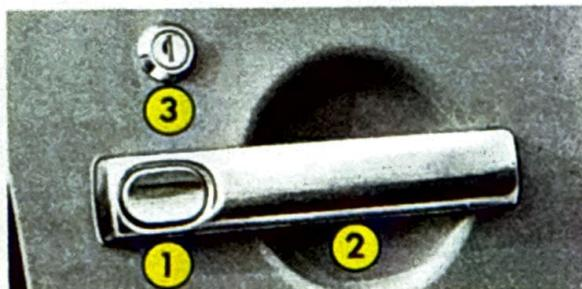
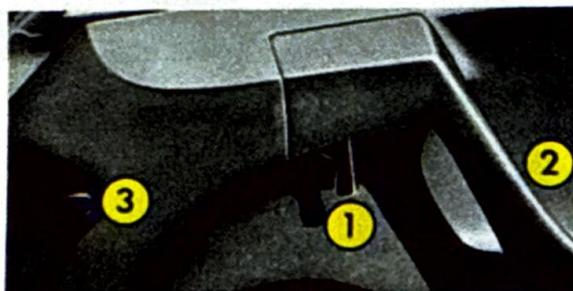

Abb. 2 – Vordere Seitentüren (von außen)
Abb. 3 – Vordere Seitentüren (von innen)
- **Von außen** (Abb. 2)
- Öffnen: Drucktaste (1) eindrücken.
- Abschließen: Nur die Vordertüren können von außen abgeschlossen werden. Schloß (3).
- **Von innen** (Abb. 3)
- Öffnen: Hebel (1) nach hinten ziehen.
- Verriegeln: Hebel (3) herunterdrücken. Die Vordertüren können von innen nur verriegelt werden, wenn sie geschlossen sind.
- Entriegeln: Hebel (3) nach oben drücken.